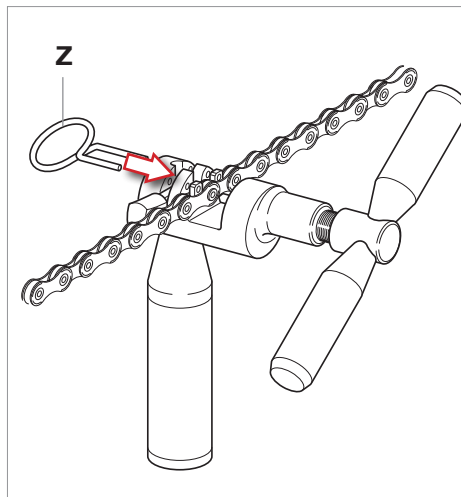

Abb.17
- Setzen Sie das Kettenglied, das verschlossen werden soll, beidseitig in den vorgeformten Sitz ein (Abb. 17).
- Sperren Sie das Kettenglied mit der entsprechenden Sperrvorrichtung (Z - Abb. 17).